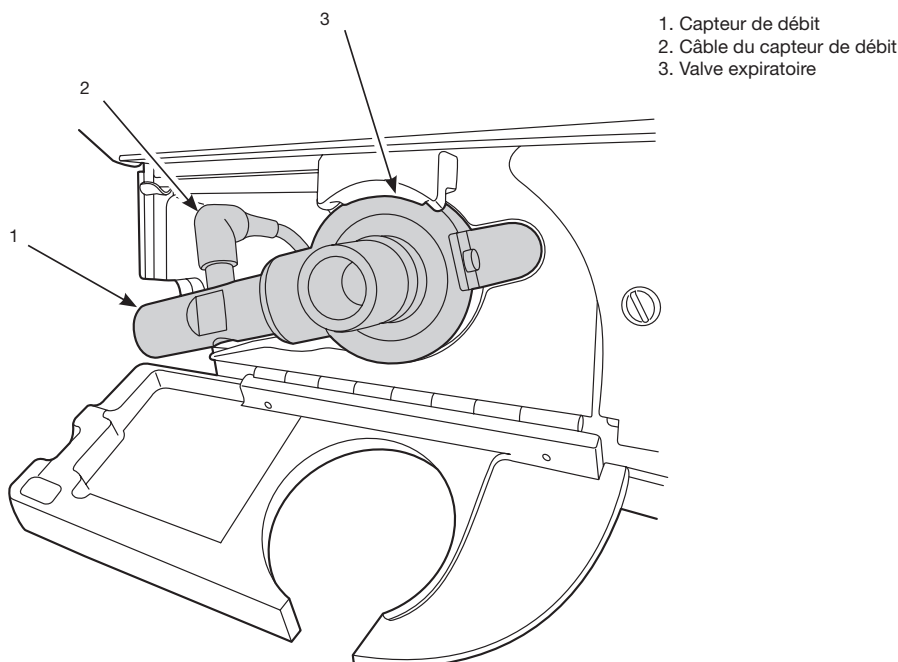

Figure 6-2 Valve expiratoire et capteur de débit
1. Ouvrez la porte du panneau avant sur la face inférieure gauche du ventilateur pour découvrir la valve expiratoire et le capteur de débit. Voir la Figure 6-2.